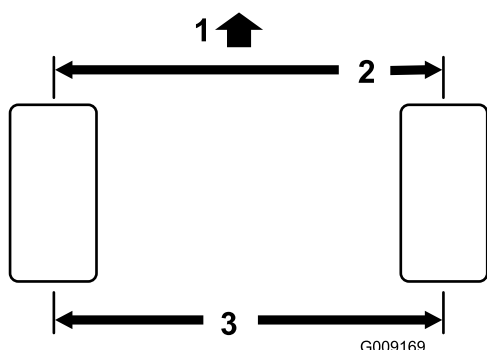

**Figura 114**
2. Măsurai distanța centru-centru (la înălțimea axului) în partea din față și din spate a roilor (Figura 114).